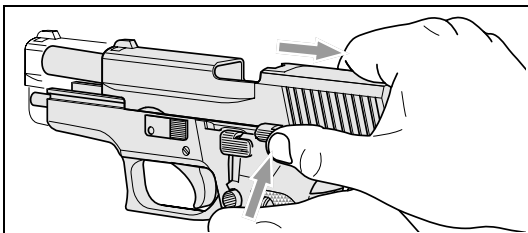

Fig. 7
4. Tirez la culasse **4** vers l'arrière jusqu'à la butée et poussez l'arrêteur de culasse **18** vers le haut (voir Fig. 7).